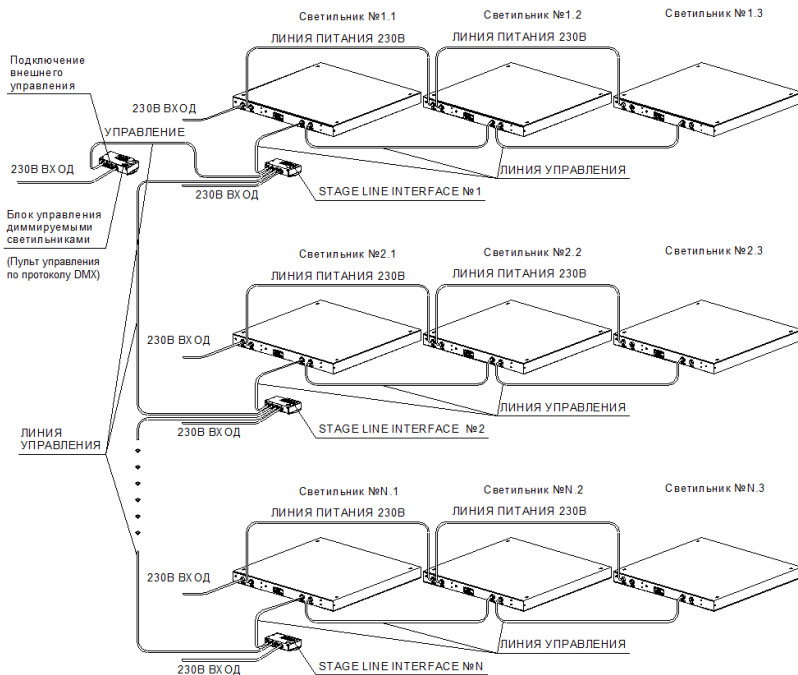

Рисунок 5. Пример подключения нескольких групп по 3 светильника
6.2. Коммутация нескольких линий управления (рисунок 5). В этом случае количество светильников определяется тем, что протяжённость одной линии управления составляет 30 метров, а протяжённость линии управления между группами 100 метров уверенного приёма (возможно использование до 300 метров на усмотрение пользователя).